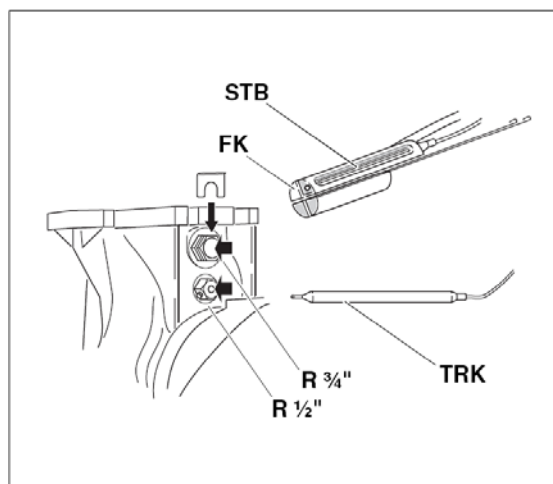

Fig. 52
- För regulatorgivaren in i dykfickan R $\frac{1}{2}$ ", och fixera den med en skruv (Fig. 52).
- För de två givarna **STB** (säkerhetstemperaturbegränsning) och Logamatic **FK** samt de två givarestyckena in i dykfickan R $\frac{3}{4}$ ", och fixera dem (Fig. 52).